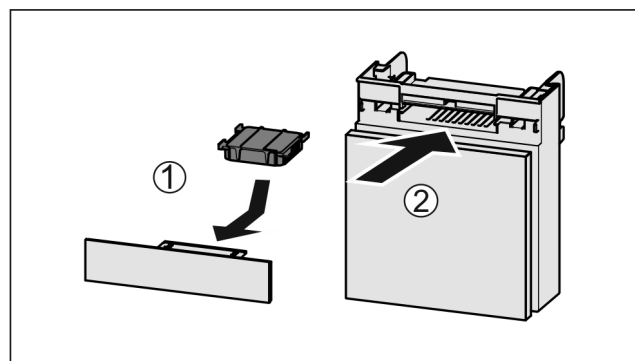

Fig. 100
- ▶ Introduceți Fig. 100 (1) filtrul de cărbune activ după cum se vede în figură.
- ▶ Împingeți Fig. 100 (2) compartimentul în interior.